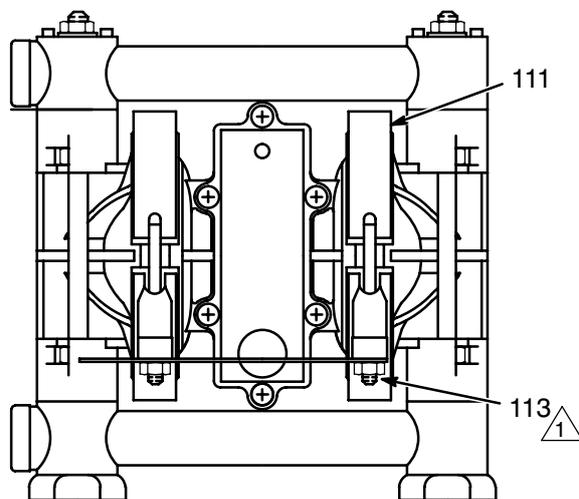

Рис. 9
При затяжке зажимов (111) нанесите резьбовой герметик на болты и **не забудьте** затянуть гайки (113) с усилием 5,6–6,8 Н•м (50–60 дюймо-фунтов). См. рис. 9. См. раздел «Последовательность затяжки», стр. 32.